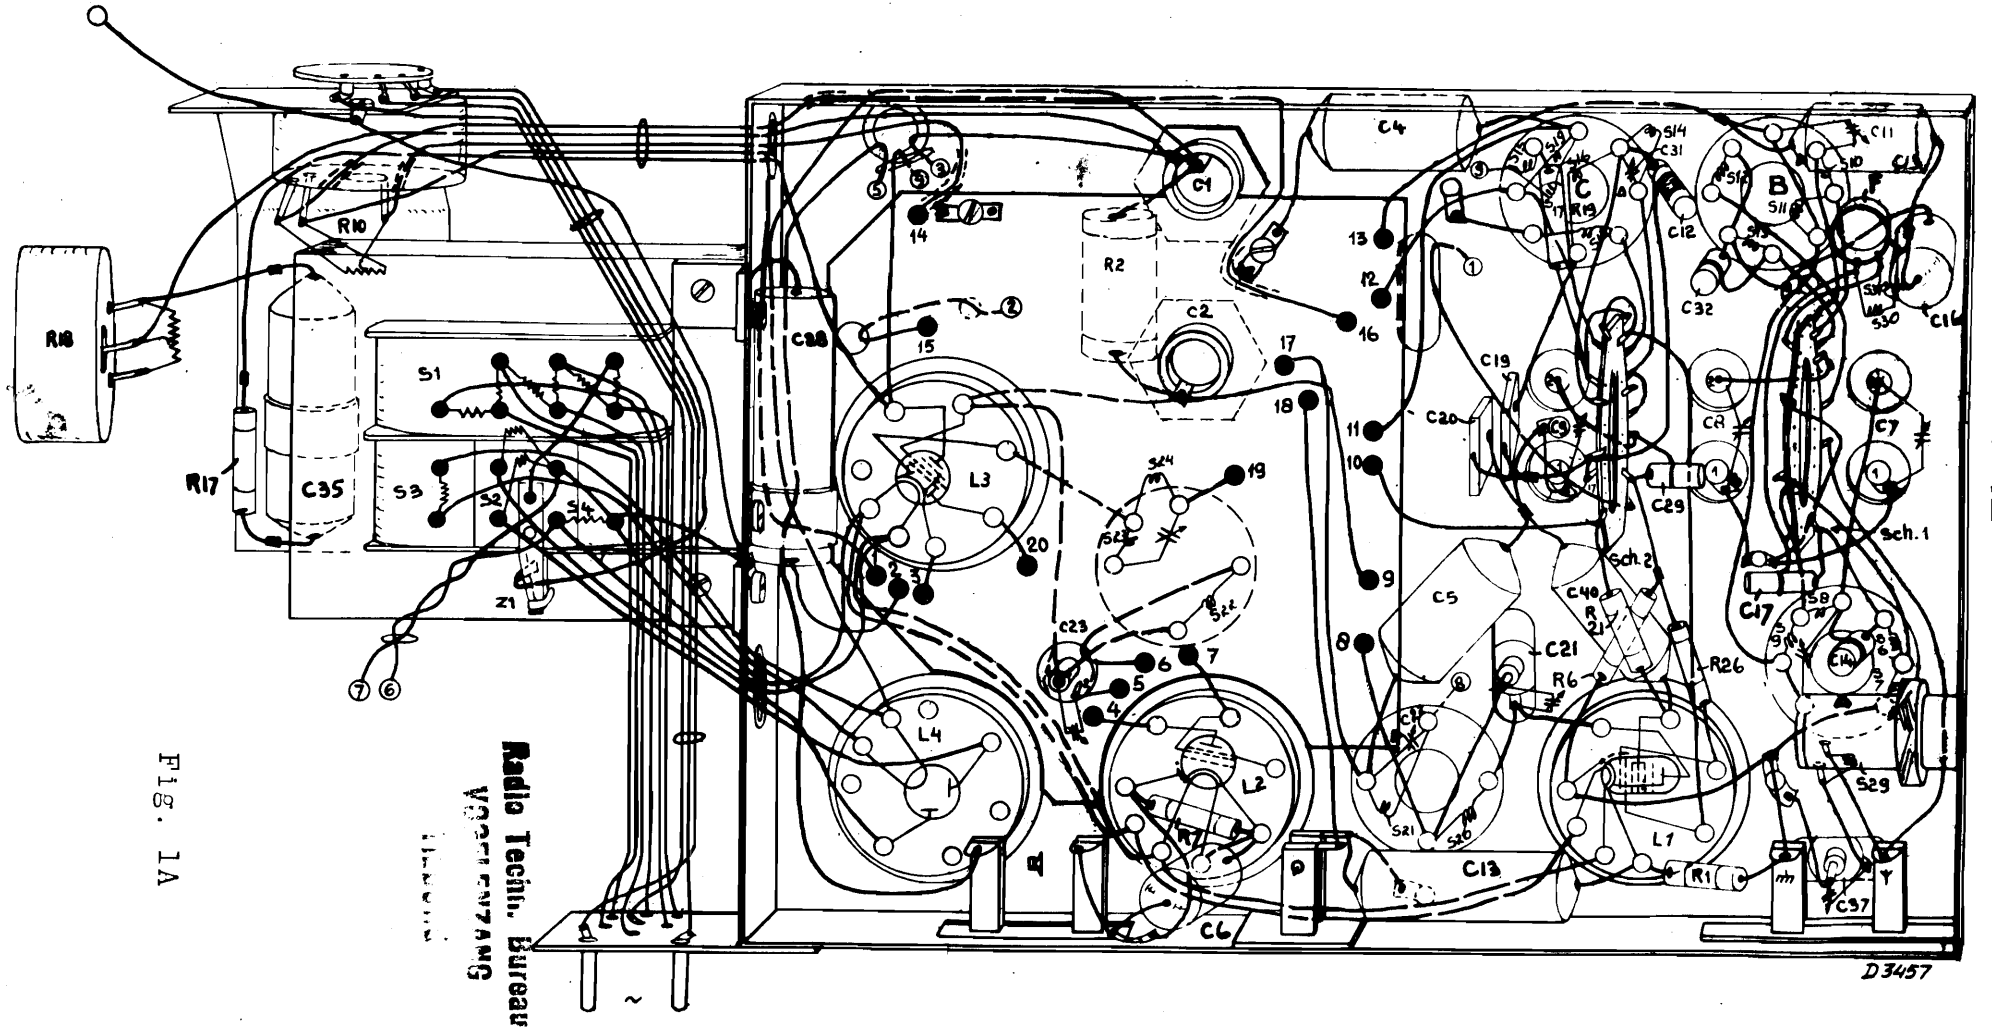

Fig. 1A
1. De verbindingen van de unit met de toestel-bedrading los te soldeeren (zie hiervoor fig.1A). De soldeerpunten moeten hierby niet langer worden verhit dan strikt noodzakelyk is.